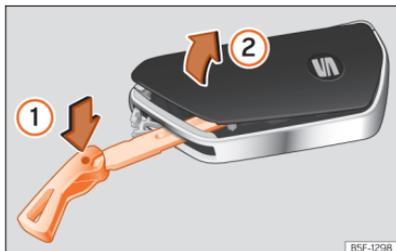

Abb. 70 Fahrzeugschlüssel: Abdeckung des Batteriebaus öffnen.
- Schlüsselbart in den Schlitz »» (Abb. 70) stecken, in Pfeilrichtung ① drücken und Abdeckung abhebeln ②.